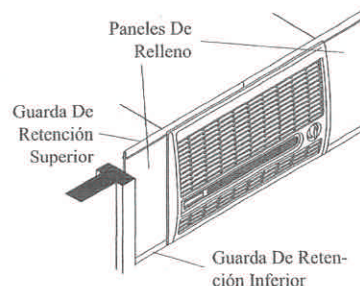

Fig. 3
- **Instale las guardas de retención.** Coloque dos guardas de retención en la parte inferior de la pestaña del cuello y ajústelas al ancho de la ventana. Corte las guardas si es necesario. Éstas sujetan a los paneles de relleno (fig. 3).